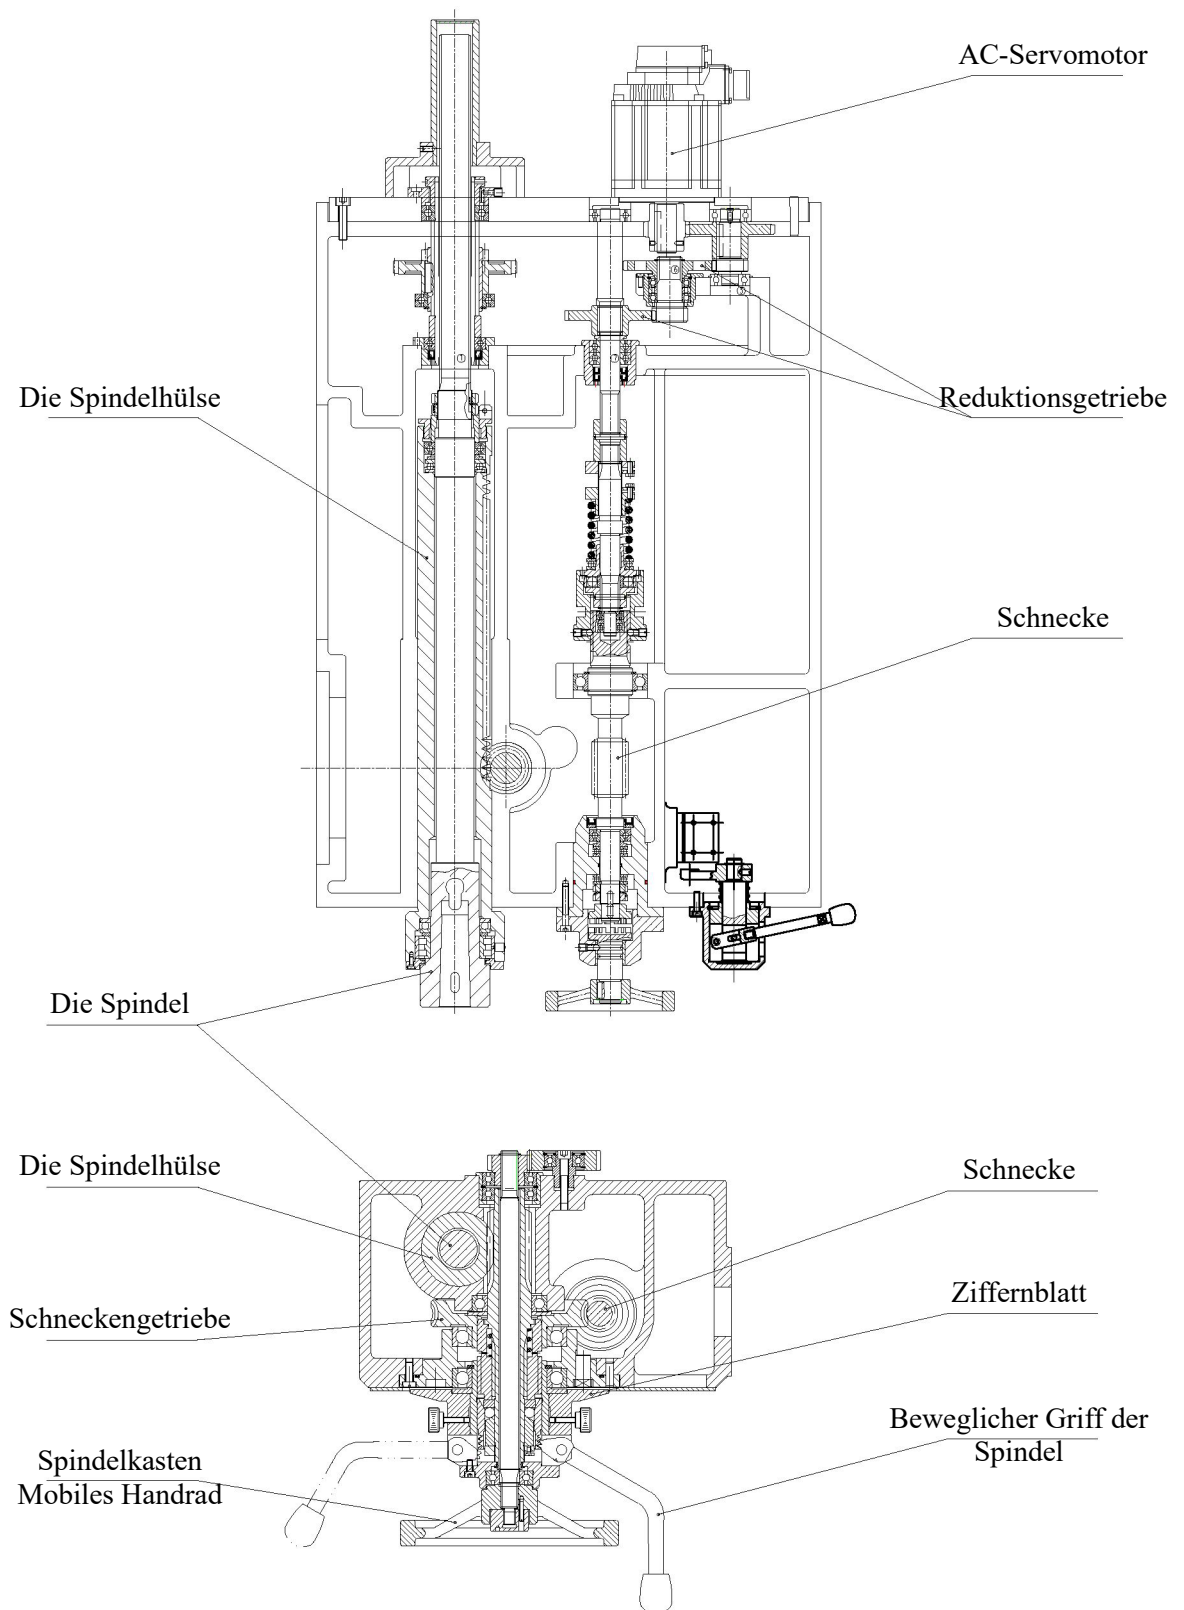

Abbildung 6 Strukturdiagramm des Spindelvorschubsystems
5.3 Spindelvorschubsystem: siehe Abbildung 6 (Strukturdiagramm des Spindelvorschubsystems).